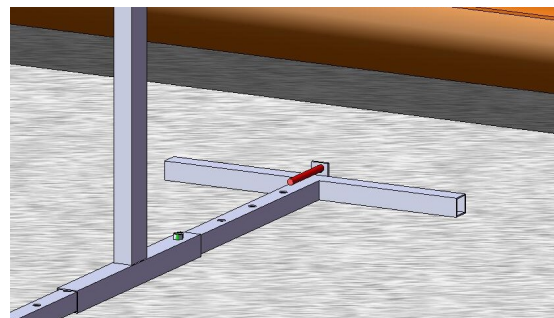

fig. 8
- Inserire nella parte che appoggia alla facciata dell'edificio un tassello M 10 nell'apposito foro (fig. 8 a pag. 9);